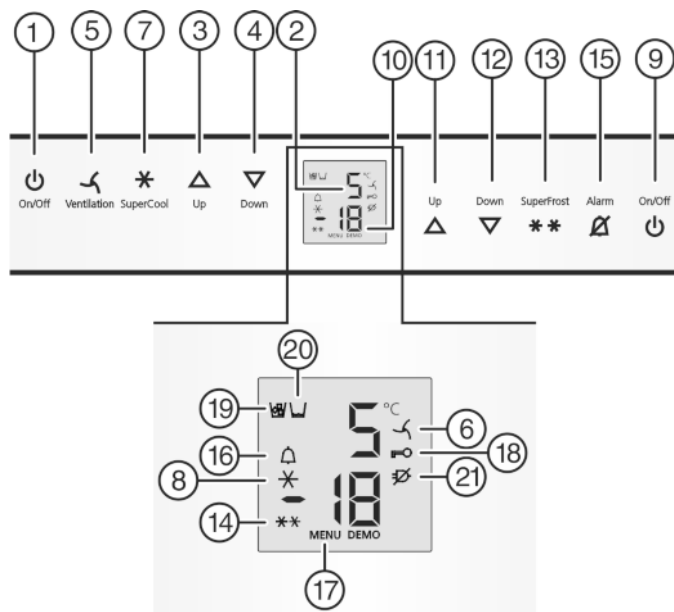

Fig. 2
- Нажмите кнопку On/Off морозильного отделения Fig. 2 (9).
- Нажмите кнопку On/Off холодильного отделения Fig. 2 (1).
- Активация режима настройки: удерживайте кнопку SuperFrost Fig. 2 (13) прибл. 5 секунд.
- ▷ Символ меню Fig. 2 (17) горит.
- Коротко нажмите кнопку SuperFrost Fig. 2 (13) для подтверждения.
- Для включения защиты от детей коротко нажмите клавишу SuperFrost Fig. 2 (13).
- ▷ Символ "Защита от детей" Fig. 2 (18) горит. На индикации мигает c.
- ▶ Для выключения защиты от детей коротко нажмите клавишу SuperFrost Fig. 2 (13).
- ▷ Символ защиты от детей Fig. 2 (18) гаснет. На индикации мигает **c**.
- ▶ Выход из режима настройки: нажмите кнопку On/Off морозильного отделения Fig. 2 (9).
- ▶ Нажмите кнопку Alarm Fig. 2 (15).
Одновременно мигает индикация температуры и символ тревоги Fig. 2 (16).
Звуковой сигнал выключается автоматически, символ аварийного сигнала Fig. 2 (16) выключается и индикатор температуры перестает мигать, если температура снова становится достаточно низкой.